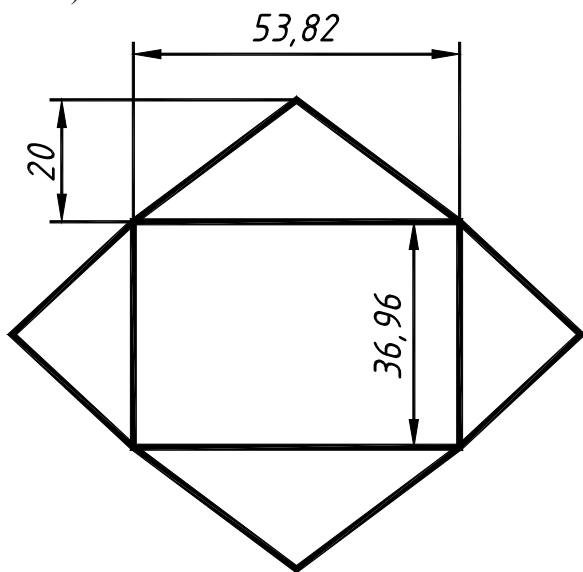

Рис. 6.5. Симметричная фигура
6.2.5. Начертить симметричную фигуру по заданным размерам. (рис. 6.5).